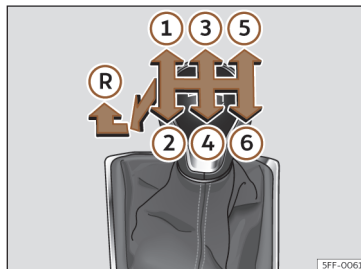

Fig. 144 Esquema de uma caixa de velocidades manual de 6 velocidades.
Na alavanca das velocidades indicam-se as posições das velocidades»» **Fig. 144**.
- Com a alavanca das velocidades em ponto morto, pressione-a para baixo, mova-a para a esquerda até ao fim e depois para a frente para selecionar a marcha-atrás»» **Fig. 144 (R)**.